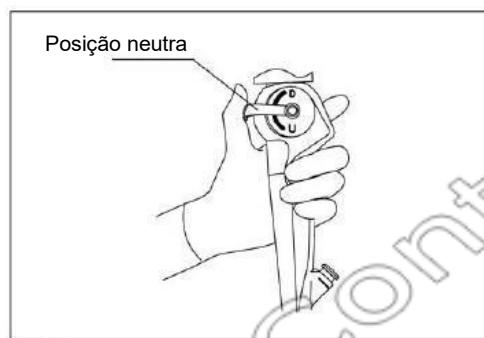

Fig. 3.3
2. Conforme mostrado abaixo na Fig. 3.3, gire o botão de controle da angulação UP/DOWN [para cima/baixo] lentamente até sua posição neutra, e confirme se a seção de curvatura retorna uniformemente até uma condição aproximadamente reta.